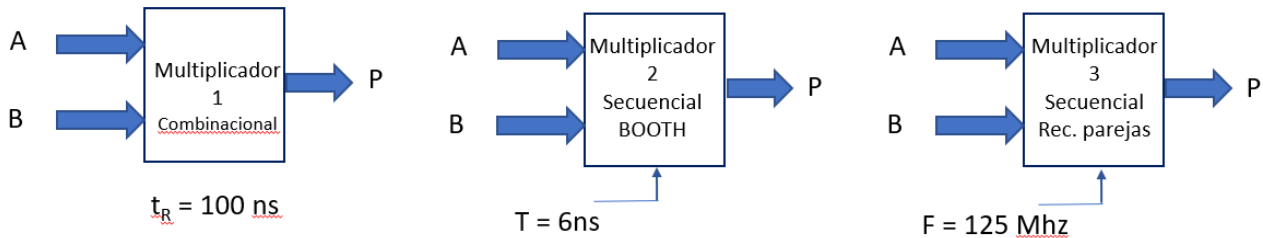

Figura 3
5. (1 punto) La Figura 3 muestra tres operadores de multiplicación para enteros con signo de 32 bits. El operador 1 es un multiplicador combinacional cuyo retardo es de 100 ns. El operador 2 es secuencial como el visto en clase e implementa el algoritmo de Booth, utilizando una señal de reloj cuyo periodo es 6 ns; el operador 3 también es secuencial y, en este caso implementa el algoritmo de recodificación por parejas, trabajando con un reloj de 125 MHz de frecuencia. Especifique para cada uno de los circuitos cuál es su productividad máxima. Asuma que los circuitos 2 y 3 requieren un ciclo específico para la inicialización.